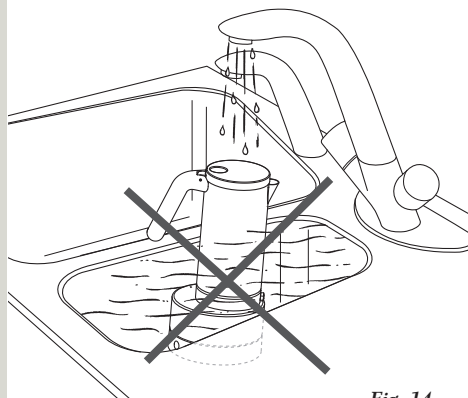

Fig. 14
- Skölj inte mokabryggaren under rinnande vatten och sänk inte ned den i vatten. (fig. 14)